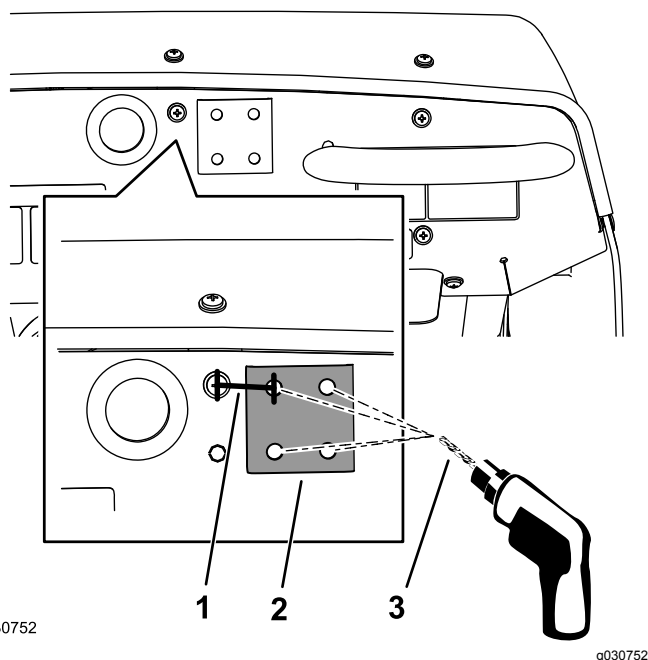

Figura 157
1. No painel da máquina, localize o parafuso do painel à direita do olhal do orifício no painel (Figura 157).
2. Meça 33,3 mm para a direita do centro do parafuso e com um lápis marque a localização com uma linha vertical (Figura 157).
5. Perfure o painel de instrumentos na marca assinalada com uma broca de 8 mm (Figura 157).
7. Alinhe a placa de rigidez horizontalmente com a parte superior do painel de instrumentos e, utilizando a placa de rigidez como modelo, perfure os restantes três orifícios no painel (Figura 157).